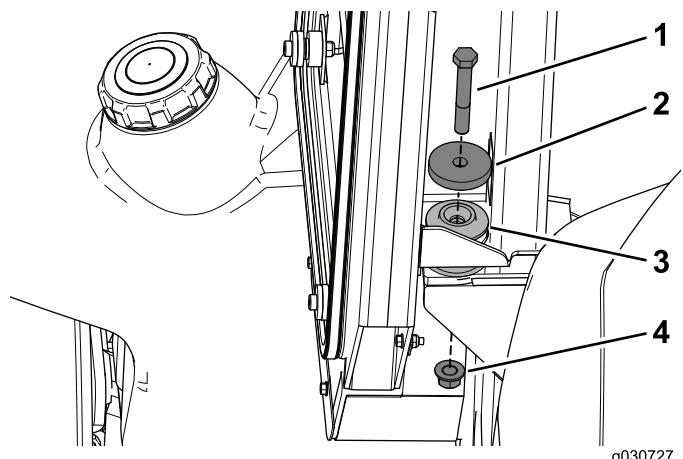

Figura 27
5. Utilice un perno ($\frac{1}{2} \times 3\frac{1}{4}$ "), una arandela ($2\frac{1}{4}$ ") y una contratuerca ($\frac{1}{2}$ ") para sujetar la cabina a los soportes de montaje traseros de la máquina (Figura 27).